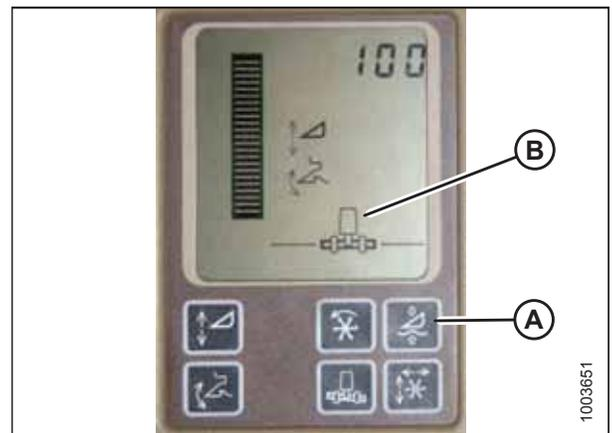

Figura 4.150: Pantalla de la cosechadora John Deere
NO utilice la función de flotación activa de la plataforma (A) junto con el sistema AHHC; los dos sistemas se contrarrestan entre ellos. El símbolo de la plataforma (B) en la pantalla **NO** debe presentar una línea ondulante debajo de él y debe aparecer exactamente como se muestra en la pantalla de control de la plataforma activa en la Figura 4.150, página 189.